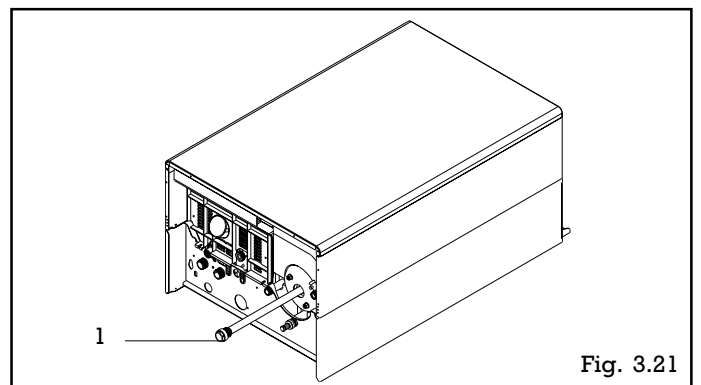

Fig. 3.21
- Dévisser le bouchon et sortir l'anode (1) (fig. 3.21),